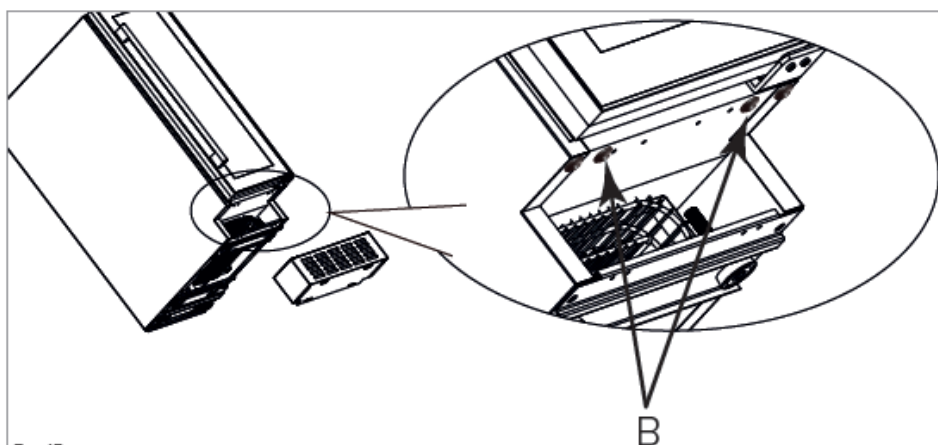

Fig. 15
5. Falls vorhanden, entfernen Sie die Schrauben, die durch Pfeile gekennzeichnet sind und in Abb. 15 mit "B" gekennzeichnet sind. Diese Schrauben sind nicht notwendig.